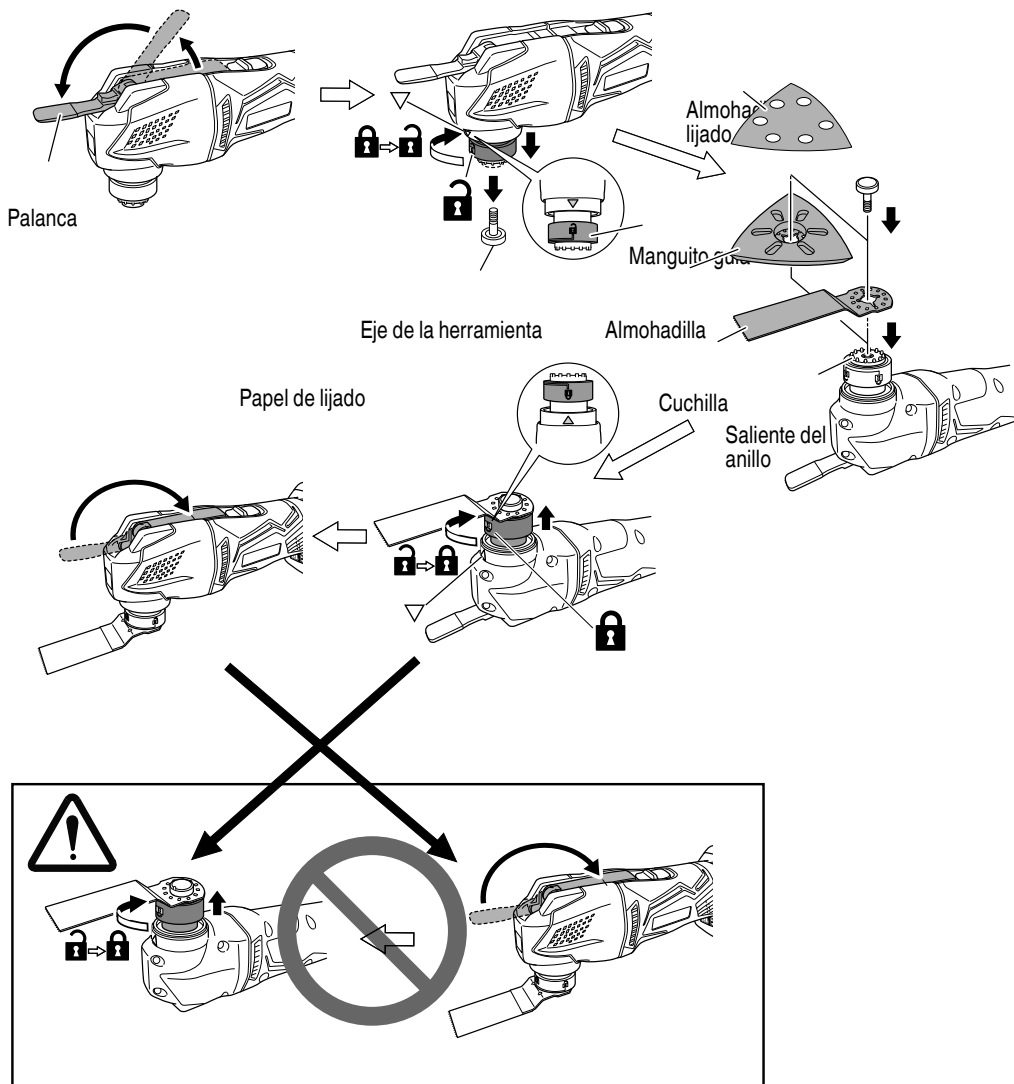

Fig. 6
5. Cambio de herramientas de aplicación (Fig. 6)